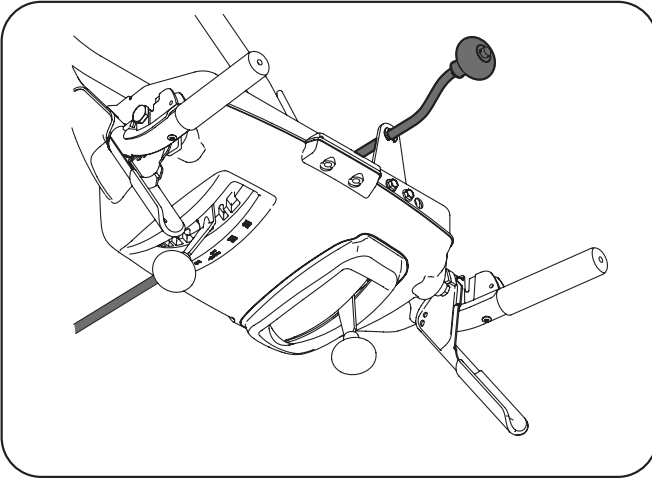

Fig. 3-6
- Guidez la tige à travers le support situé sur l'arrière du tableau de bord. Voir la Fig. 3-6.